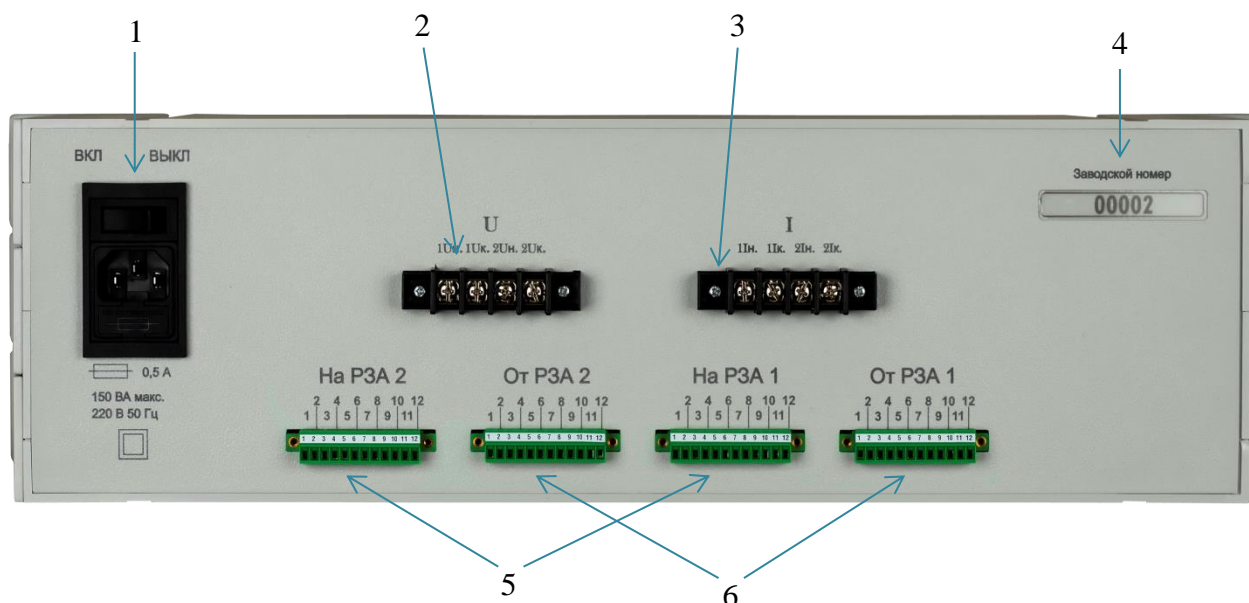

Рисунок 2 – Задняя панель станда.
3.3 На задней панели станда (рисунок 2) установлены: